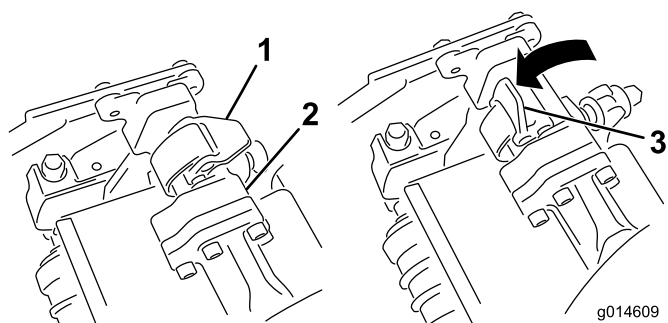
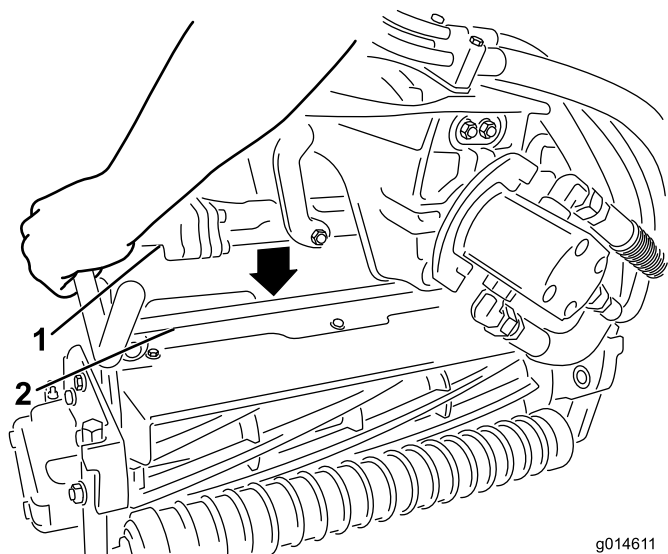

Figura 11
Figura 12
5. Com os fechos na barra do braço de suspensão a apontar para cima (i.e., abertos) (Figura 11), empurre o braço de suspensão para baixo de forma a que a barra passe pela barra através da parte superior da unidade de corte (Figura 12).
6. Feche os fechos para baixo e em redor da barra da unidade de corte e bloqueie-os no sítio (Figura 11).